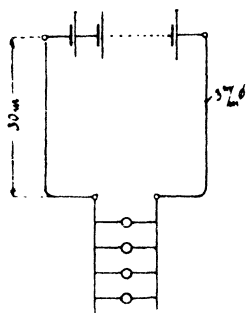

Fig. 29.
106. Eine Beleuchtungsanlage besteht aus 36 [55] (110) hintereinander geschalteten Akkumulatoren von je 2 [1,95] (2,01) Volt elektromotorischer Kraft und 0,002 [0,0053] (0,004) Ω innerem Widerstande und 20 [22] (100) parallel geschalteten Glühlampen von je 80 [200] (900) Ω Widerstand. Die Glühlampen sind 30 [50] (800) m von der Stromquelle entfernt und mit dieser durch zwei Kupferdrähte von je 3 [2,5] (4) mm Durchmesser verbunden. (Fig. 29.)